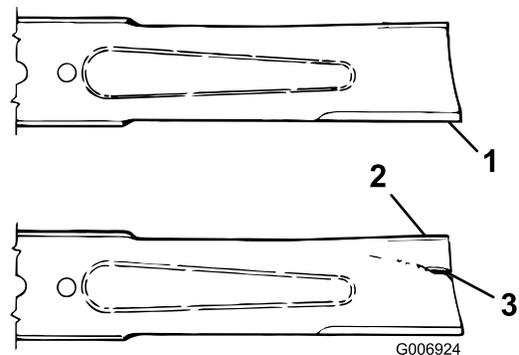

Bild 29
2. Untersuchen Sie die Schnittkanten (Bild 29). Bauen Sie die Schnittmesser aus und schärfen sie, wenn die Kanten nicht scharf sind oder Kerben aufweisen; siehe Schärfen der Messer“.
3. Prüfen Sie die Schnittmesser, insbesondere den gebogenen Bereich (Bild 29). Wenn Sie Schäden, Verschleiß oder Rillenbildung in diesem Bereich feststellen (Bild 29), sollten Sie sofort ein neues Schnittmesser einbauen.